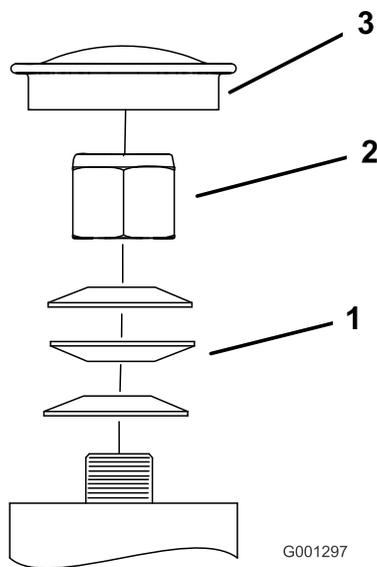

Figura 47
3. Retire el tapón antipolvo de la rueda giratoria y apriete la contratuerca (Figura 47).
4. Apriete la contratuerca hasta que las arandelas de muelle estén planas, luego afloje 1/4 de vuelta para establecer la precarga correcta de los cojinetes (Figura 47).
Importante: Asegúrese de que las arandelas de muelle están correctamente instaladas, tal y como se muestra en la Figura 47.
5. Coloque el tapón antipolvo (Figura 47).